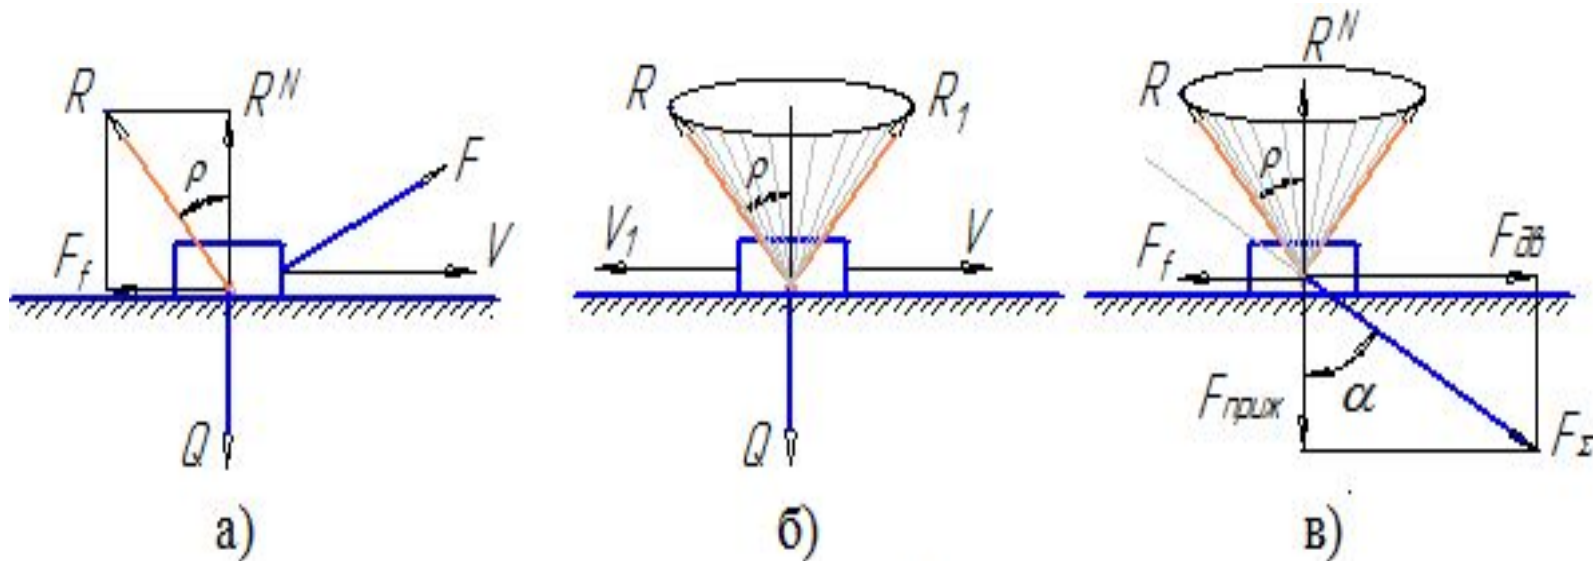

Рисунок 20
- Заменим силы  $Q$  и  $F$  (рис. 20в) результирующей силой  $F_{\Sigma}$